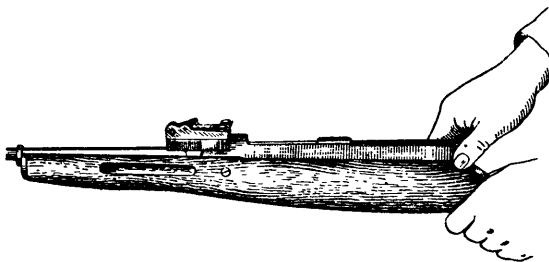

Рис. 17. Отделение ствола со ствольной коробкой от ложи
6) **Отделить ствол со ствольной коробкой от ложи** (рис. 17). Поставить штык в боевое положение. Взять карабин левой рукой за шейку ложи, правой за ствольную коробку и чеку, усилием рук или легкими ударами ладонью руки по прикладу отделить ствол. Поставить штык в походное положение.